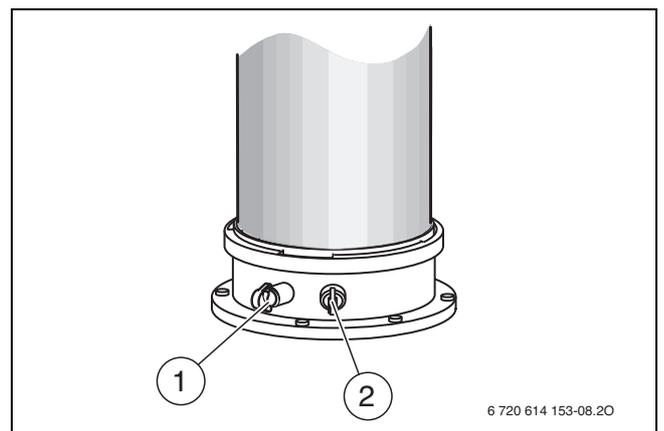

Bild 77 Abgasmessstutzen und Verbrennungsluft-Messstutzen
- ▶ Stopfen am Verbrennungsluft-Messstutzen (→ Bild 77, [2]) entfernen.
- ▶ Stopfen am Abgasmessstutzen (→ Bild 77, [1]) entfernen.